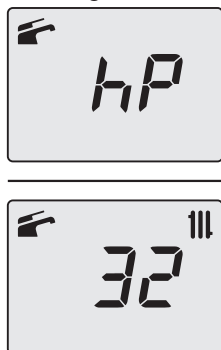

Figura 9.24
- Premendo il tasto 15 (Figura 9.20) è possibile variare la potenza in modalità spazzacamino: con visualizzazione sul display LCD delle lettere **hP** che si alternano con il valore di temperatura dell'acqua di riscaldamento (es.32), siamo in "funzione spazzacamino" alla potenza minima in riscaldamento (Figura 9.24).